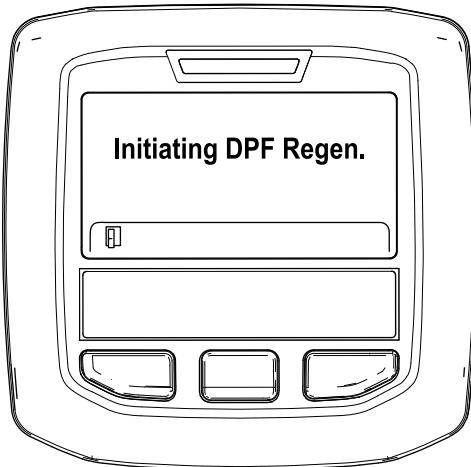

図 54
- A. Initiating DPF Regen DPF 再生開始中というメッセージが表示される図 54。